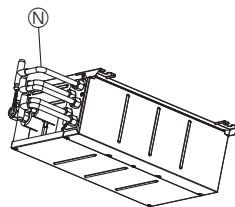

Fig. 8-7
- Pour diviser les câblages de chaque bornier en 2 dérivation à l'extérieur du boîtier de dérivation, utilisez des conduits de câblage à 2 dérivation ⑮. (Fig. 8-7)